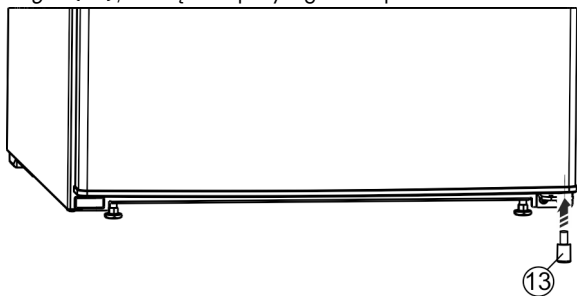

Fig. 9
- ▶ Element dystansowy Fig. 9 (13) włożyć ponownie do drzwi na dole po prawej stronie, ponieważ jest on istotny dla zachowania stabilności urządzenia.